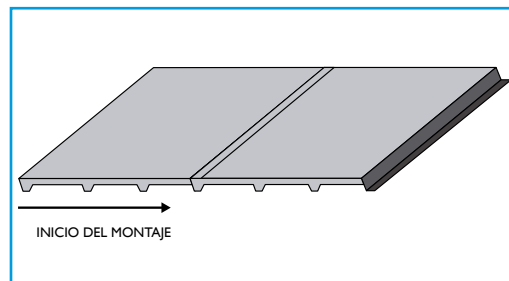

Fig. 11
4.4.5 Montar el segundo panel superponiendo la greca llena a la greca vacía del primer panel y proceder a la fijación como se indica en los puntos 4.4.4 (fig. 11)